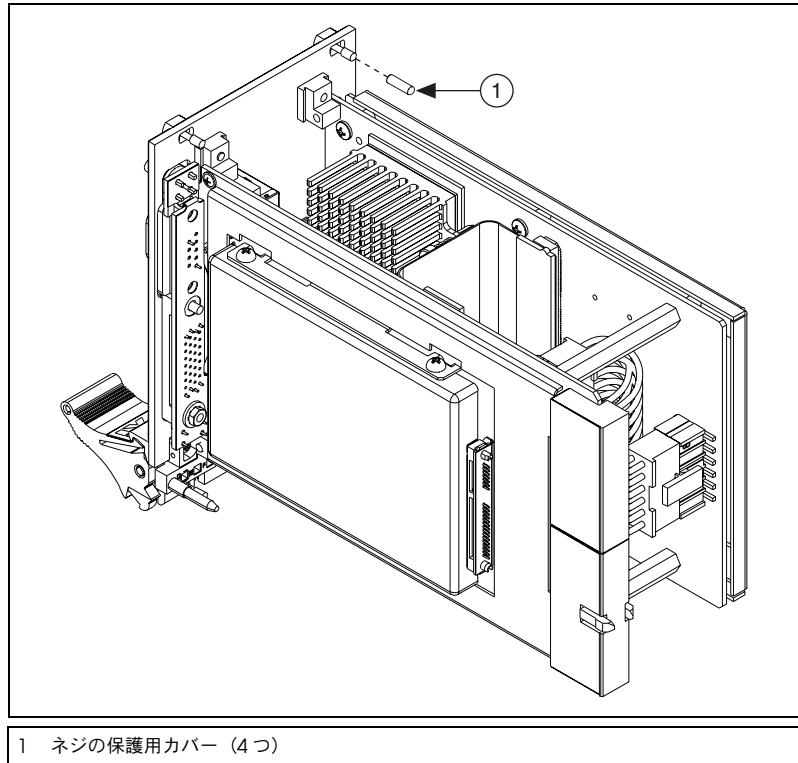

図 2-1 ネジの保護用カバーを外す
4. 図 2-1 に示すように、4 本のブラケット固定ネジから保護用プラスチックカバーを外します。
3. フロントパネルのブラケット固定ネジを外します。これらのネジの位置については、図 2-1 を参照してください。